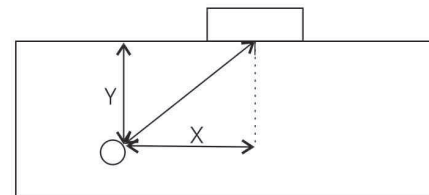

Рисунок 3.
5.6.3. Установить ПЭП на поверхность образца МД2-0-1 (рисунок 3), расположив его фактическую точку ввода на расстоянии L от левой боковой поверхности образца. Расстояние L выбрать из таблицы 3 для $Y_i=5$ мм и фактического угла ввода α . Застробировать сигнал от отражателя.